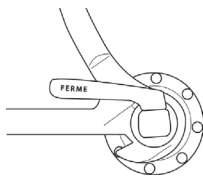

Figure 14
- Placez la chaîne sur le plus petit pignon de la cassette. Positionnez la roue dans les pattes arrière et enfoncez-la à fond (réf. figure 14);
- iii.Placez la chaîne sur le plus petit pignon de la cassette. Les rondelles des écrous de l'axe doivent se trouver à l'extérieur, entre le cadre et les écrous. Positionnez la roue dans les pattes arrière et enfoncez-la à fond (réf. figure 14);